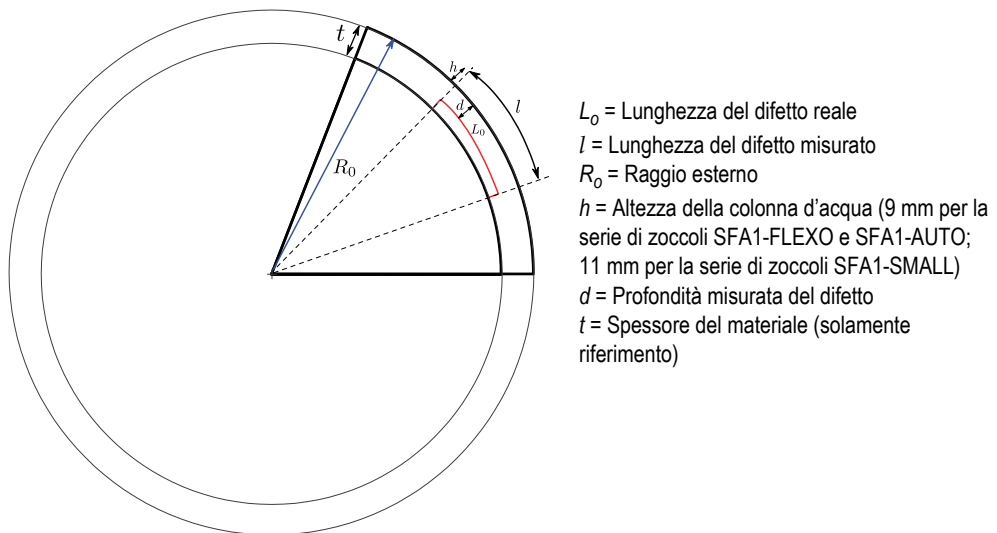

Figura B-1 Variabili per calcolare la lunghezza reale del difetto lungo l'asse dell'indice
Per calcolare la lunghezza del difetto reale (L_0) lungo l'asse dell'indice, usare l'equazione (2) a pagina 83. Le variabili sono illustrate nella Figura B-1 a pagina 83.